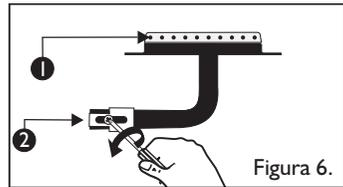

Figura 6.
- Con un destornillador afloje el tornillo del regulador de aire primario (Ver figura 6).